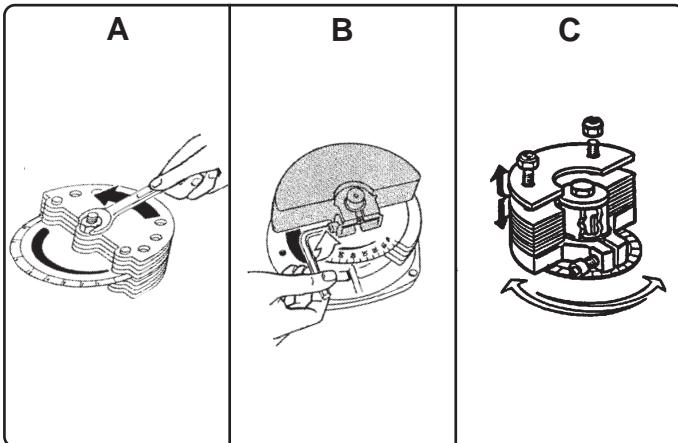

Fig. 20
- Svitare la vite o il dado di serraggio della massa mobile (Fig. 20-A, 20-B) oppure sfilare i settori lamellari svitando i dadi (Fig. 20-A, 20-C)
- Unscrew the screw or nut that holds the mobile weight in place (Fig. 20-A, 20-B) or remove the lamellar sectors by unscrewing the nuts (Fig. 20-A, 20-C).
- Dévisser la vis ou l'écrou de serrage de la masse mobile (Fig. 20-A, 20-B) ou bien retirer les secteurs lamellaires en dévissant les écrous (Fig. 20-A, 20-C).
- Die Schraube oder die Anzugs mutter der beweglichen Schwingmasse abnehmen (Abb. 20-A, 20-B) oder die Lamellensektoren herausziehen, indem man die Muttern losdreht (Abb. 20-A, 20-C).
- Desenroscar el tornillo o la tuerca de fijación de la masa móvil (Fig. 20-A, 20-B) o bien quitar los sectores lamelares aflojando las tuercas (Fig. 20-A, 20-C).